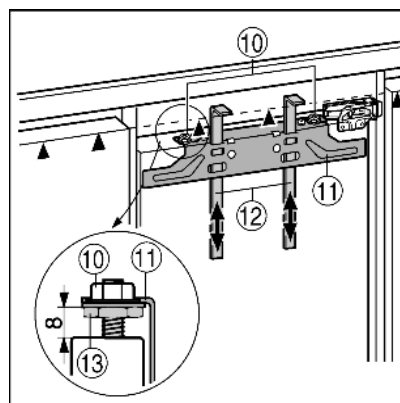

Fig. 16
- ▶ Монтажные приспособления Fig. 16 (12) сдвиньте вверх на высоту мебельной дверцы. Нижняя упорная кромка ▲ монтажного приспособления = верхней кромке подлежащей установке мебельной дверцы.
- ▶ Открутите крепежную поперечину Fig. 16 (11) с помощью контргайки Fig. 16 (10).